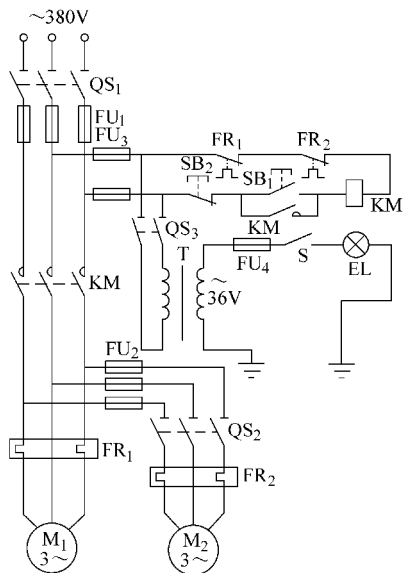

图 4-4 C620 型车床的控制电路
(2) 控制电路原理
① 电路组成。C620 型车床控制电路有主电路、控制电路和照明电路 3 部分，如图 4-4 所示，主电路共有两台电动机，其中 M_1 是主轴电动机，拖动主轴旋转和刀架做进给运动。由于主轴是通过摩擦离合器实现正、反转的，所以主轴电动机不要求有正、反转。主轴电动机 M_1 是用按钮和接触器控制的。 M_2 是冷却泵电动机，直接用开关 QS_2 控制。
② 原理分析。当合上开关 QS_1 ，按下起动按钮 SB_1 时，接触器 KM 线圈得电动作，其主触点和自锁触点闭合，电动机 M_1 起动运转。需要停止时，按下停止按钮 SB_2 ，接触器 KM 线圈断电释放，电动机停转。